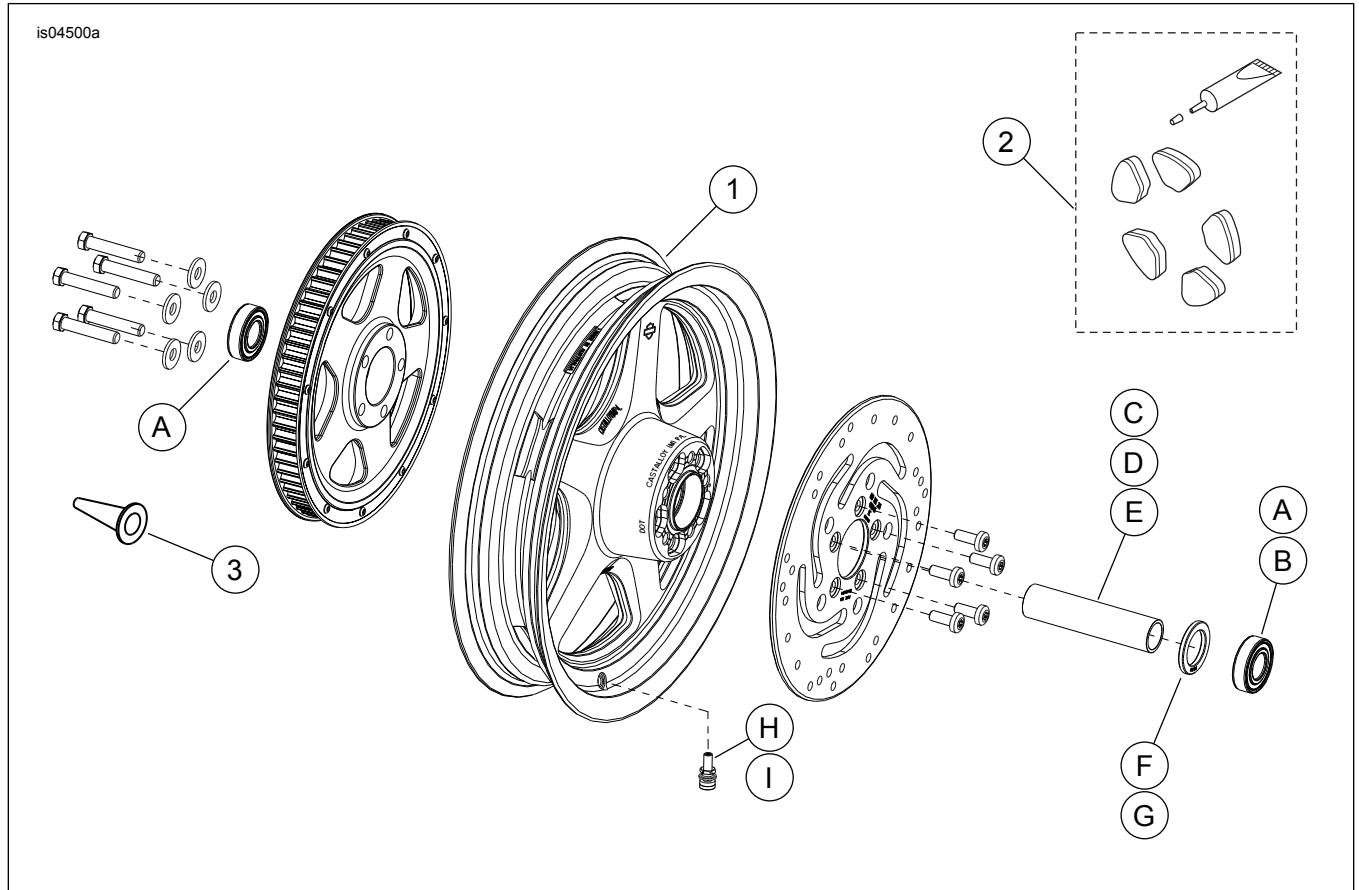

Abbildung 1. Ersatzteile: „Thunderstar“-Hinterräder
Siehe Abbildung 1 und Tabelle 2.
2. Siehe Abbildung 1. Die Ventilschaft-Baugruppe (H oder I) am Rad anbringen. Siehe Werkstatthandbuch.